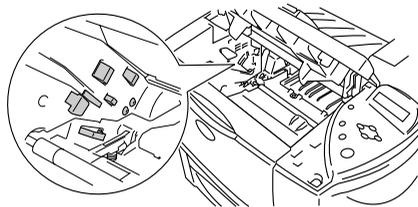

Abbildung 5-23
- Berühren Sie nicht die in Abbildung 5-23 gezeigten Elektroden, um den Drucker nicht durch statische Elektrizität zu beschädigen.